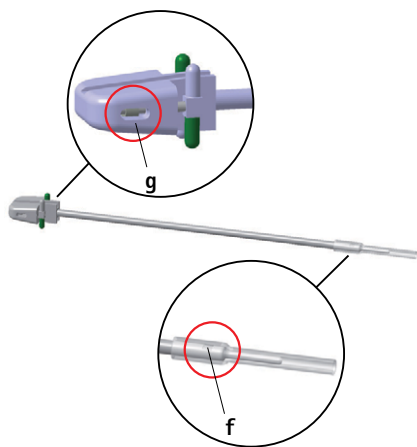

Fig. 4
- ▶ Ajustar a paragem de segurança para a posição média **g**, ver Fig. 4.